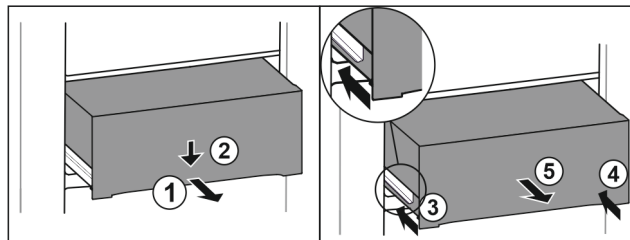

Fig. 87
- Tirer le tiroir jusqu'à mi-chemin. Fig. 87 (1)
- Appuyer sur l'avant du tiroir vers le bas. Fig. 87 (2)
- Insérer le rail gauche d'env. 2 cm. Fig. 87 (3)
- Insérer le rail droit d'env. 2 cm. Fig. 87 (4)
- Retirer le tiroir par l'avant. Fig. 87 (5)